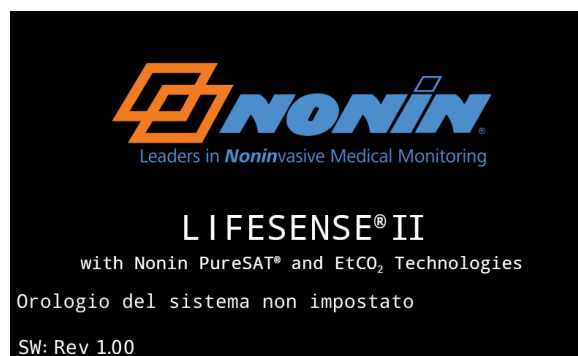

Figura 6. Schermata di avvio
4. Viene visualizzata la schermata di avvio con il logo Nonin (figura 6) e il nome del monitor. L'angolo in basso a sinistra della schermata mostra la revisione del software del monitor.